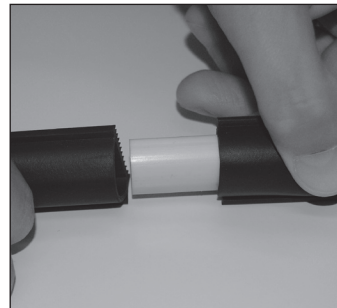
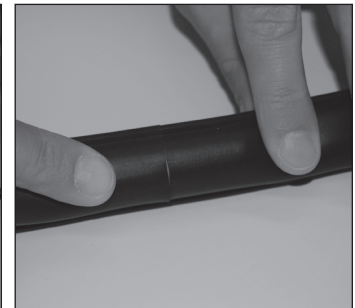

Figure 6
Figure 6a
- b. Installer le raccord en plastique fourni avec la barrière hydraulique aux deux extrémités de la barrière afin de supprimer tout écart entre les deux extrémités. **Figure 6 et Figure 6a**